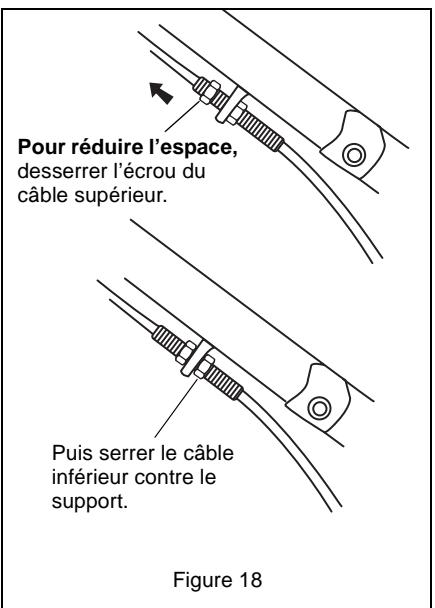

Figure 18
1. Desserrer l'écrou du câble supérieur sur le câble de commande d'entraînement des roues puis serrer l'écrou du câble inférieur contre le support du régulateur. Voir Figure 18.